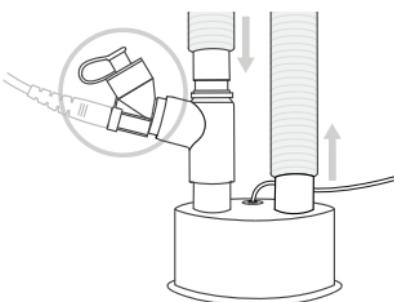

Figura 7. Aerogen Solo sul lato asciutto dell'umidificatore
2. È possibile collocare l'Aerogen Solo sul lato asciutto dell'umidificatore, come mostrato in figura 7. In questa configurazione è possibile usare l'Aerogen Solo con un'interfaccia nasale.
L'Aerogen Solo può essere usato in casi di ventilazione meccanica con un'interfaccia nasale, se configurato con un umidificatore (figura 7).